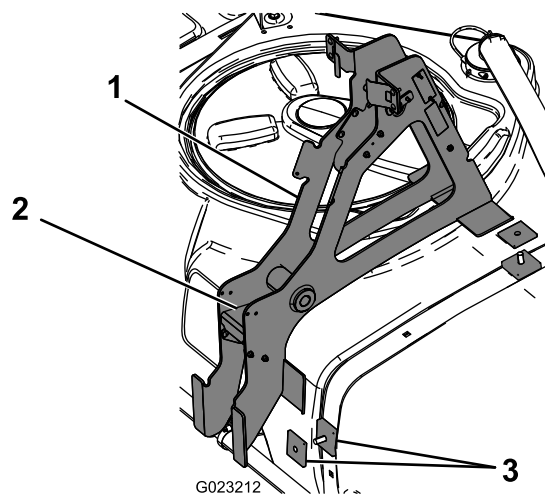

Figura 3
6. Rimuovete e conservate i 4 bulloni e dadi che fissano la piastra di guida al gruppo telaio di supporto principale (Figura 3).
7. Installate il telaio di supporto principale sui distanziali quadrati e sui bulloni a testa tonda come mostrato in (Figura 3).
5. Montare 2 distanziali quadrati sui bulloni a testa tonda installati precedentemente (Figura 3).